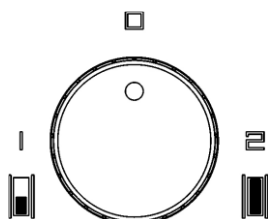

Fig.2
(rys.A) lub na całej strefie grillowania (rys.B) obrócić pokrętkę (6) do żądanej pozycji (rys.2). Zaświecenie się lampki kontrolnej (8) oznacza, że urządzenie jest zasilane. (8) wskazuje, że urządzenie jest zasilane.